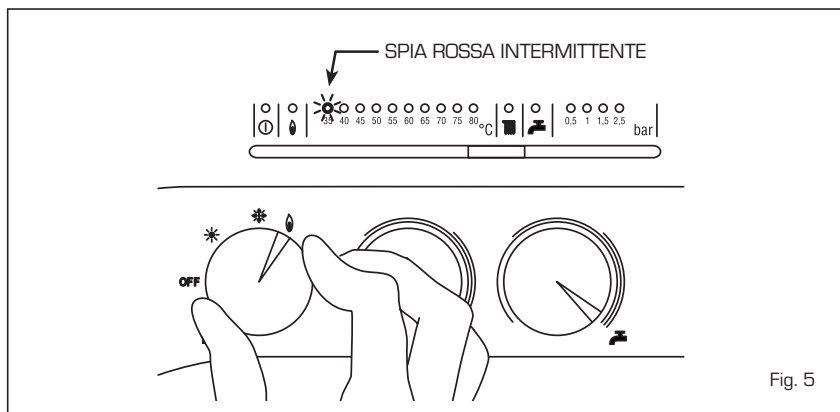

Fig. 5
- **Intervento termostato sicurezza/fumi** (fig. 5)